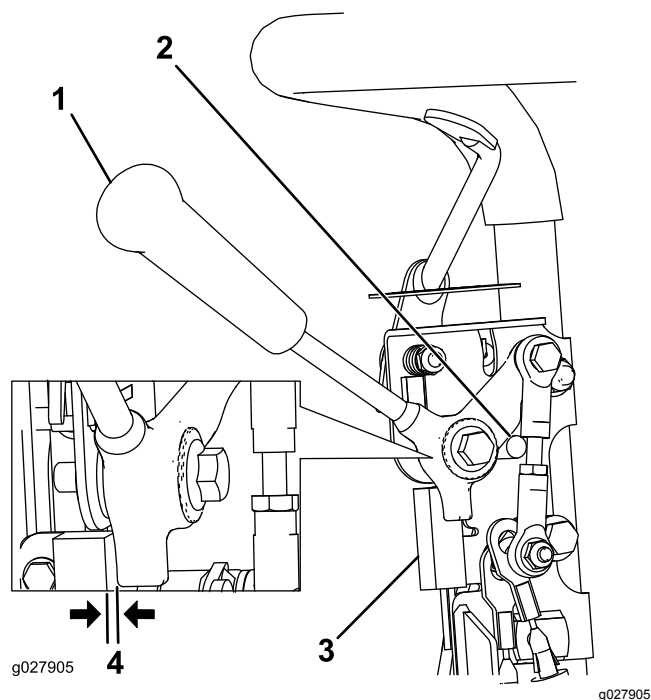

图36
1. 确保发动机关闭、牵引杆处于“已分离”位置且机器停放在“空档停止”位置 图36。
2. 松开联锁开关紧固件(图36)。
3. 在牵引杆与联锁开关之间放入 0.8mm 厚的塞尺图36。